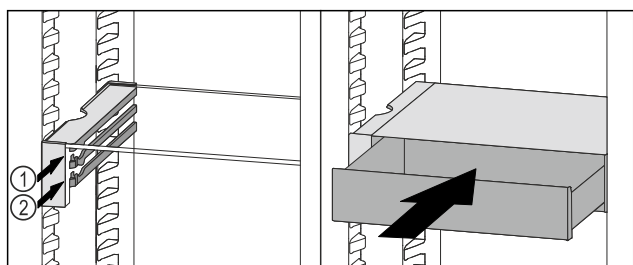

Fig. 61
- Установите выдвижной ящик VarioSafe за стопоры на требуемый выступ Fig. 61 (1) или Fig. 61 (2).